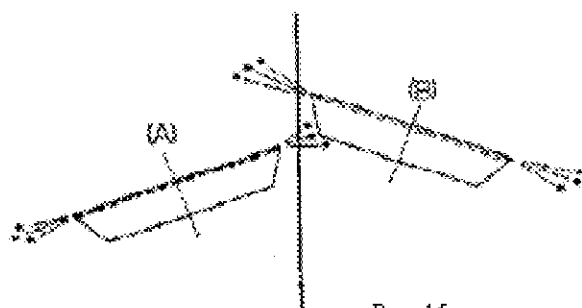

Рис. 15
12. Нормальная заточка (см. Рис. 15, 16 и 17)
Заточка осуществляется нормально, если потоки искр, создаваемые точильными кругами (А) и (В) выглядят одинаково, как показано на Рис. 15. Режущая кромка ножа должна быть заточена одинаково с обеих сторон, как показано на Рис.а.